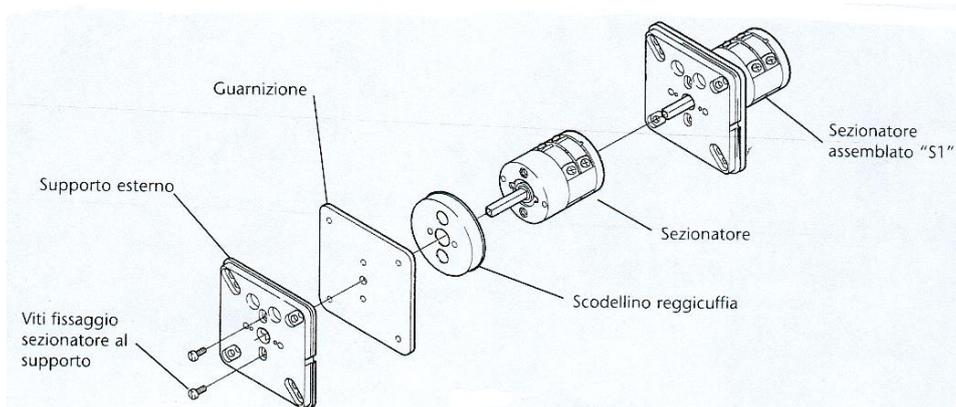

fig. 62
4. Montare il sezionatore come da fig. 62, assemblando i componenti 1-2-3-4-5.